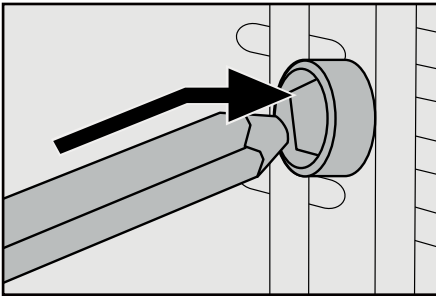

Fig. 1: Drejespyddet **16** sættes ind i drevet **1**.
- Sæt først enden af drejespyddet **16** uden not ind i drevet **1** (fig. 1):